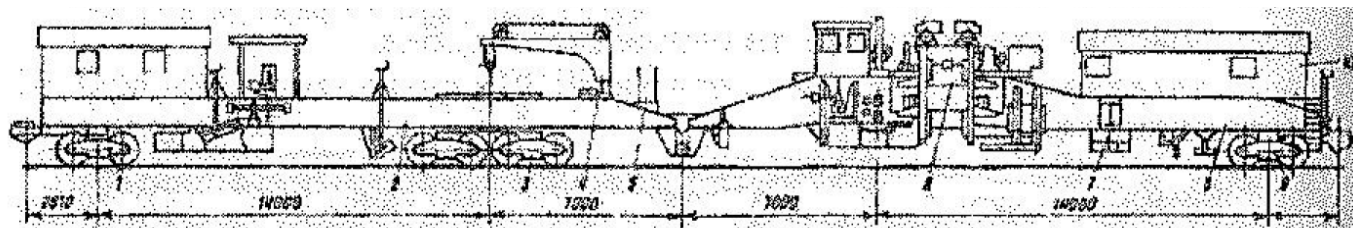

Рис. 4. Щебнеочистительная машина ЩОМ-Д
7. Что изображено на рис. 4 под № 6